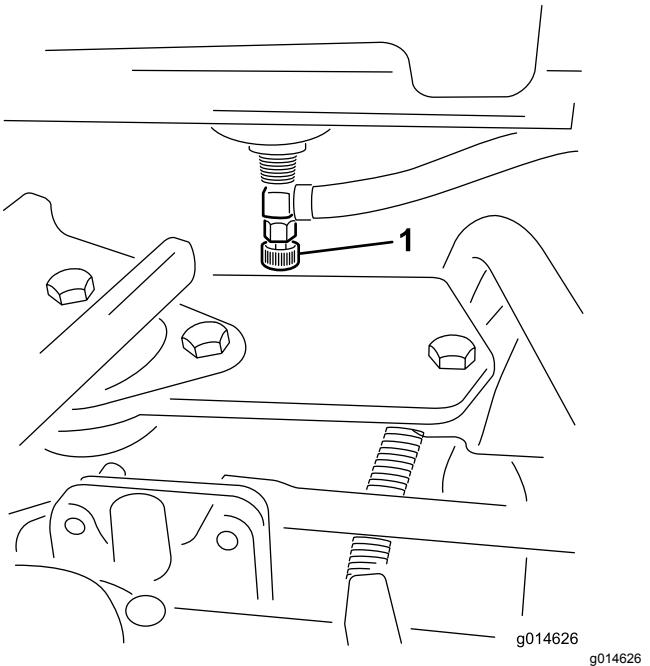

Figure 45
1. Fermez le robinet d'arrivée de carburant (Figure 45) situé au-dessous du réservoir de carburant.